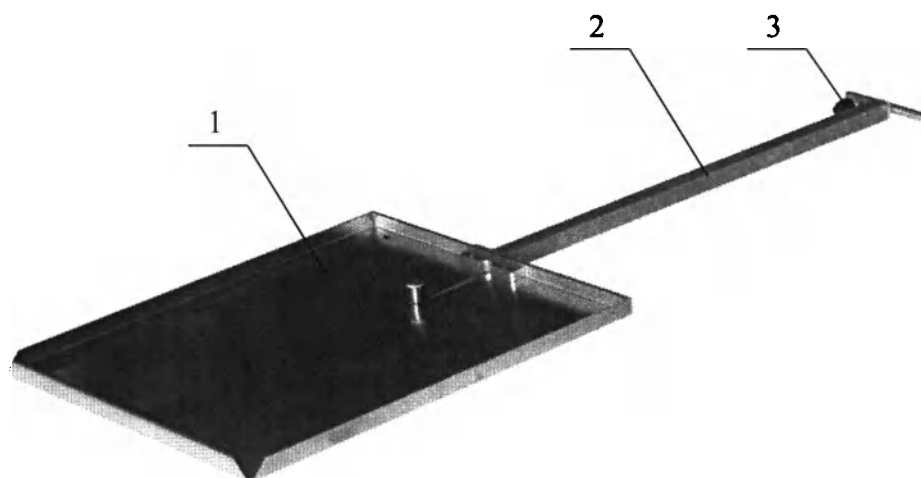

Рисунок 6. Держатель рентгеновской кассеты.
6. Держатель рентгеновской кассеты (Рисунок 6). Металлическая лопатка с фиксатором и длинной складной ручкой для введения (установки) R-кассеты под рентгенопрозрачной толщиной стола в продольном направлении.